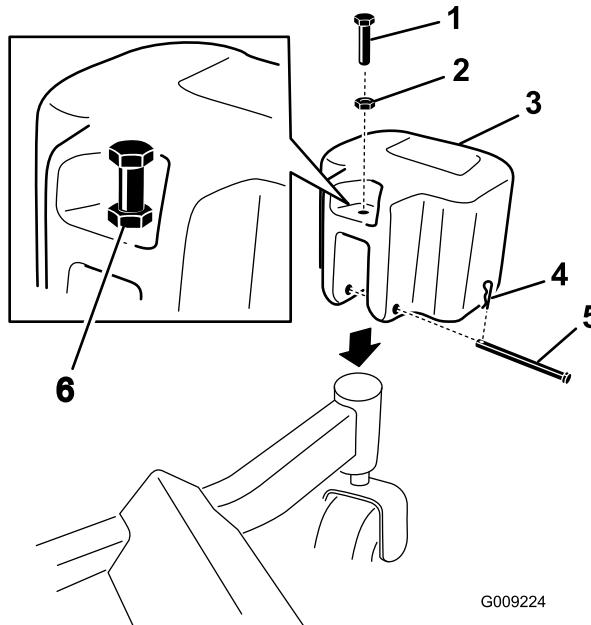

Figura 30
1. Montez les masses sur les roues pivotantes avant à l'aide d'un axe de chape et d'une goupille fendue (Figura 30).
2. Placez l'écrou (¾ po) sur chaque boulon entièrement fileté (⅜ x 1¼ po) et insérez les boulons dans chaque masse (Figura 30).